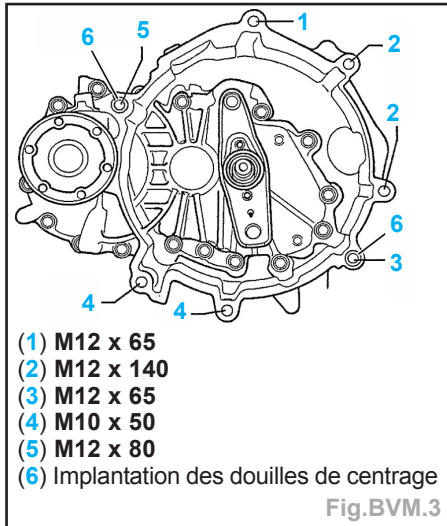

Fig.BVM.3
- Déposer les vis supérieures de fixation de la boîte au moteur (Fig.BVM.3).
- Déposer les vis inférieures de fixation de la boîte au moteur (Fig.BVM.3).
- (1) M12 x 65
- (2) M12 x 140
- (3) M12 x 65
- (4) M10 x 50
- (5) M12 x 80
- (6) Implantation des douilles de centrage
- s'assurer de la présence des douilles de centrage de la boîte sur le bloc-cylindres (Fig.BVM.3),